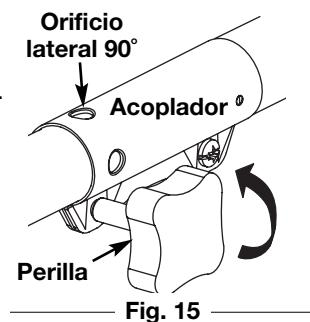
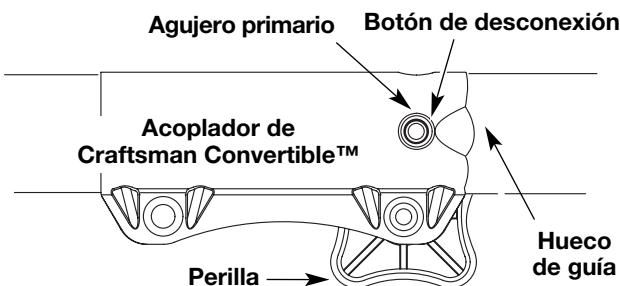
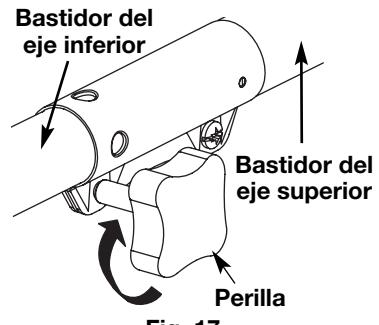

Fig. 15
Fig. 16
Fig. 17
2. Gire la perilla en sentido antihorario para aflojarla (Fig. 15).
3. Oprima y sostenga el botón de desconexión (Fig. 16) y gírelo con firmeza 90° en cualquier dirección (según el modo en que quiere recortar el borde) (Fig. 15).
4. Dé vuelta a la perilla a la derecha para tratar el acoplador (Fig. 17).
2. De vuelta a la perilla a la izquierda para aflojar el acoplador (Fig. 15).
3. Mientras que firmemente sostiene el accesorio, empújelo derecho en el acoplador hasta el botón liberador (Fig. 16) se encja a presión hacia el agujero primario (Fig. 16). El agujero primario está en el lado opuesto del acoplador de la perilla (Fig. 16). La alineación del botón de desconexión con el hueco de guía facilitará la instalación (Fig. 16).
PRECAUCIÓN: Antes de operar esta unidad, cerciórese de que el botón de liberar esté completamente trabado en el agujero primario (Fig. 16), y que la perilla (Fig. 17) esté bien apretada.
3. Oprima y sostenga el botón de desconexión (Fig. 16).